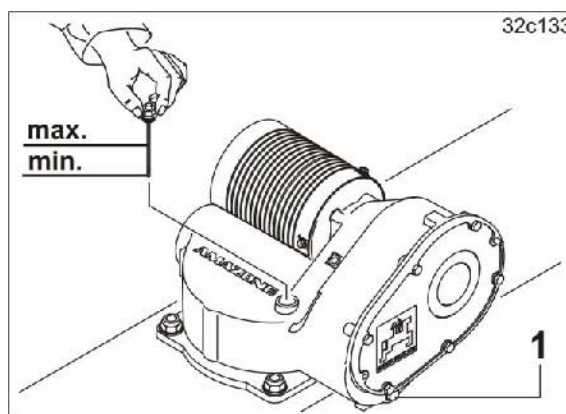

Fig. 179
2. Skru ut oljetappepluggen (Fig. 179/1).